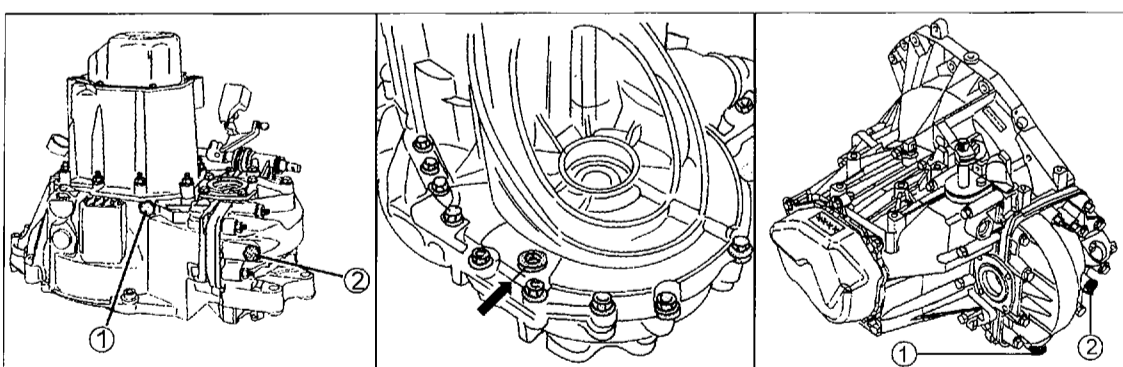
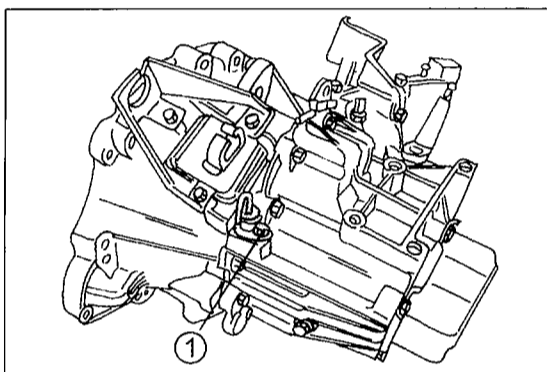

Bild 203
Bild 207
- Beim „ME5TU“-Getriebe sind zwei Ölablassstopfen in das Getriebe eingesetzt, einer im eigentlichen Getriebe und ein zweiter im Achsantrieb (Differentialgehäuse). Die beiden Stopfen sind (bei ausgebautem Getriebe) in Bild 203 auf der linken Seite gezeigt. Der Stopfen (1) ist in das Getriebe eingeschraubt, der Stopfen (2) in den Achsantrieb.
- Beim „MG5TU“-Getriebe ist nur ein einzelner Ablassstopfen in die Unterseite des Getriebes eingesetzt, dessen Lage man der mittleren Ansicht von Bild 203 entnehmen kann.
● Beim „ML5TU“-Getriebe ist ein Ölablassstopfen in das Getriebe eingesetzt, welcher auf der rechten Seite von Bild 203 gezeigt ist. Der Stopfen (1) ist in die Unterseite des Getriebes eingeschraubt, der Stopfen (2) dient zur Kontrolle des Ölstands und zum Nachfüllen des Öls.
Bei diesem Getriebe ist je ein Ölablassstopfen in das eigentliche Getriebegehäuse und in das Antriebsgehäuse eingesetzt. Beide Stopfen sitzen ziemlich nahe beieinander an der Unterseite des Getriebes an den in Bild 203 (linke Ansicht) gezeigten Stellen.
Bei diesem Getriebe ist nur ein einzelner Ölablassstopfen vorhanden, der an der in Bild 203 in der mittleren Ansicht gezeigten Stelle an der Unterseite unterhalb des Ausgangs der Antriebswelle sitzt. Ein Stopfen wird zur Kontrolle des Ölstands und zum Einfüllen des Öls benutzt, jedoch wurde das Getriebe seit Baubeginn geändert, wobei auch die Einfüllbohrung betroffen wurde. Bei der anfänglichen Ausführung sitzt an der in Bild 207 gezeigten Stelle ein Ölmessstab, welcher mit einer Schraube befestigt ist. Zur Kontrolle abschrauben und herausziehen. Den Ölstand am Messstab ablesen. Später wurde ein Stopfen mit einem Vierkantloch unterhalb des Antriebswellenausgangs in das Getriebe eingesetzt. Zur Kontrolle des Ölstands diesen herausdrehen und kontrollieren, ob das Öl bis zur Unterkante der Einfüllöffnung steht.
Beim Ölwechsel in der oben beschriebenen Weise vorgehen. Das Öl entweder mit einem Trichter (bei der in Bild 207 gezeigten Ausführung) einfüllen oder einer mit dem Getriebeöl gefüllten Fettpresse durch die Seite des Getriebes einfüllen. Das Fassungsvermögen dieses Getriebes beträgt 2,75 Liter.
Bei diesem Getriebe ist nur ein einzelner Öl-ablass-stopfen vorhanden, der sich an der in Bild 203 in der rechten Ansicht gezeigten Stelle befindet. Ein Stopfen wird zur Kontrolle des Ölstands und zum Einfüllen des Öls benutzt.